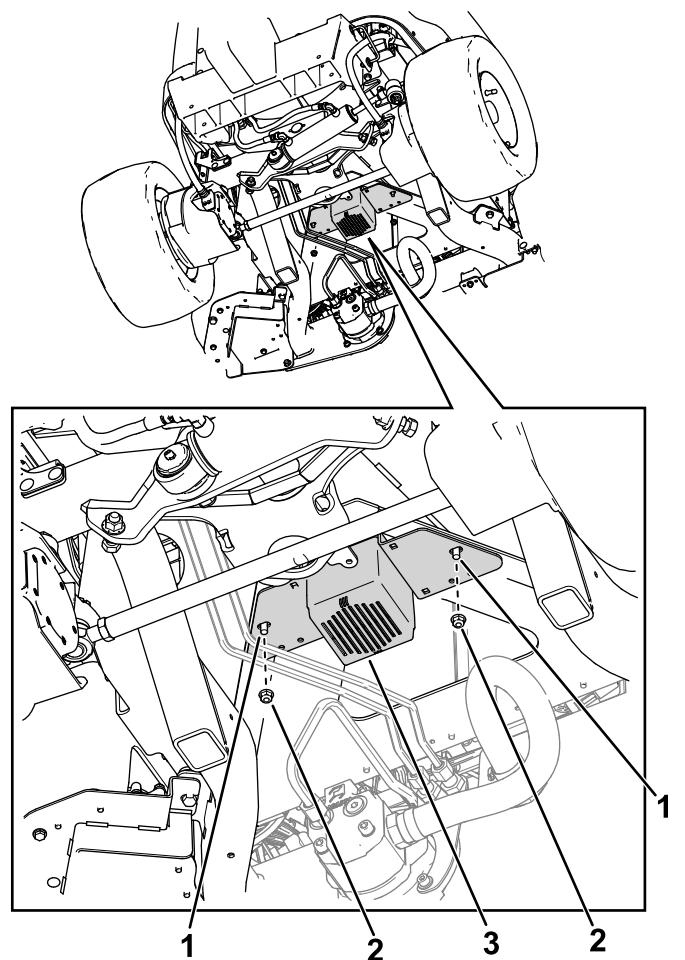

Bild 26
14. Verwenden Sie zwei Schlossschrauben (5/16" x 3/4") und zwei Bundmuttern (5/16") von der Haubenstützhalterung, um die Befestigungshalterung der Hupe am Rahmen der Zugmaschine zu befestigen (**Bild 26**).